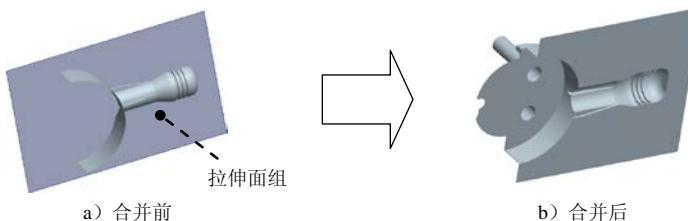

图 10.16 合并面组
Step6. 将复制面组与拉伸面组进行合并，如图 10.16 所示。
(1) 遮蔽参考件和坯料。选择 **视图** 功能选项卡 **可见性** 区域中的“模具显示”按钮 ，系统弹出“遮蔽-取消遮蔽”对话框，在该对话框中按下 按钮，单击对话框下方的“选择所有对象”按钮 ，此时 和 被选中，再单击下方的 **遮蔽** 按钮，最后单击 **确定** 按钮。